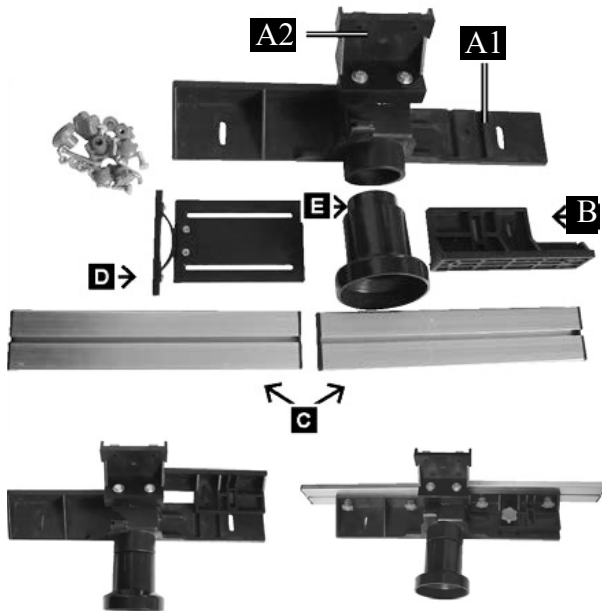

Fig. 5 : Montage de la butée de fraisage
- Support principal (A1, figure 5)
- Structure (A2, figure 5)
- Support de la butée (B, figure 5)
- Rails de la butée, 2 pièces (C, figure 5)
- Équerre de fixation (D, figure 5)
- Buse d'aspiration (E, figure 5)
Poussez le support de la butée (B, figure 5) sur le support principal (A1, figure 5) dans la rainure prévue à cet effet. Insérez un boulon M6x25 dans le trou et vissez sur le boulon un écrou borgne en plastique avec rondelle.
2. Montage des rails de la butée (C, figure 5) :
Insérez 2 vis à tête ronde dans les trous de montage et serrez à la main avec une rondelle plate et un écrou borgne en plastique. Faites ensuite glisser le rail avec la rainure sur la tête des boulons. Serrez à présent les écrous borgnes. Effectuez la même opération de l'autre côté de la butée. Veillez à monter les butées (C, figure 5) dans le bon sens. Assurez-vous que les butées (C, figure 5), le support principal et la structure (A1 et A2, figure 5) sont à la même hauteur.